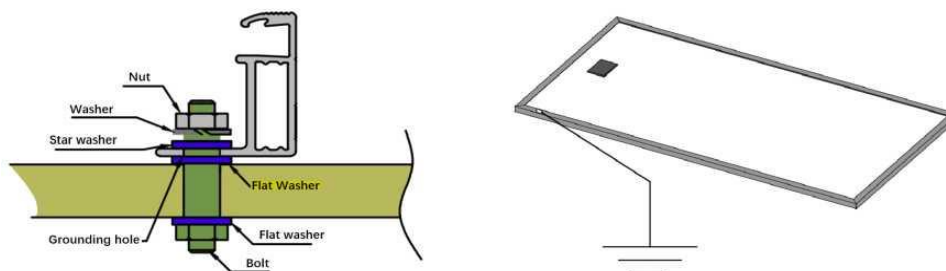

Abb. 12 Erdungsanschluss der PV-Module
- e) Alle Modulrahmen und Montagegestelle müssen gemäß den örtlichen und nationalen Elektrovorschriften ordnungsgemäß geerdet sein. Befestigen Sie den Erdungsleiter mit den mitgelieferten Befestigungsteile und dem Loch am Modulrahmen. Beachten Sie, dass zwischen dem Erdungsdraht und dem Modulrahmen eine Klemmscheibe aus Edelstahl verwendet wird (siehe Abbildung 12 unten). Diese Scheibe wird verwendet, um Korrosion durch ungleiche Metalle zu vermeiden. Ziehen Sie die Schraube fest an, wobei das Anzugsdrehmoment so groß sein muss, dass der Erdungsdraht nicht mit den Händen abgezogen werden kann. Befolgen Sie die Anweisungen des Installateurs für die Erdung.